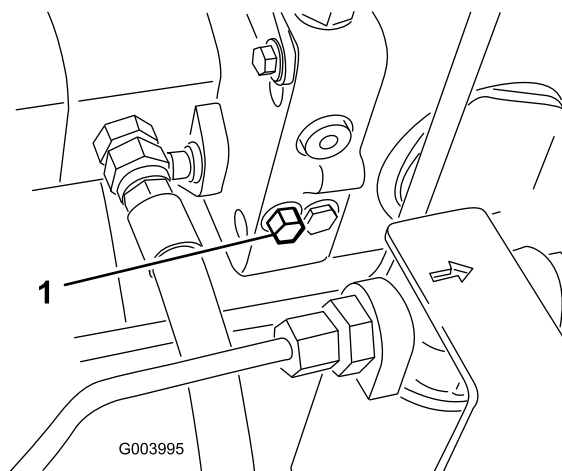

Figura 95
3. La pompa cu cilindree variabilă, rotii urubul supapei de bypass cu o tură i jumătate pentru a deschide supapa i pentru a permite uleiului să ocolească prin interior (Figura 95).